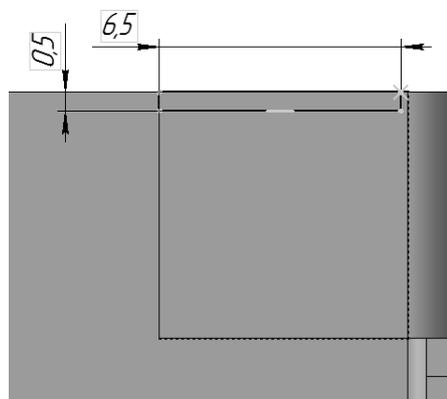

Рис. 10.25. Эскиз выреза
22. Выделите верхнюю грань сгиба и постройте на ней эскиз, представленный на рис. 10.25.